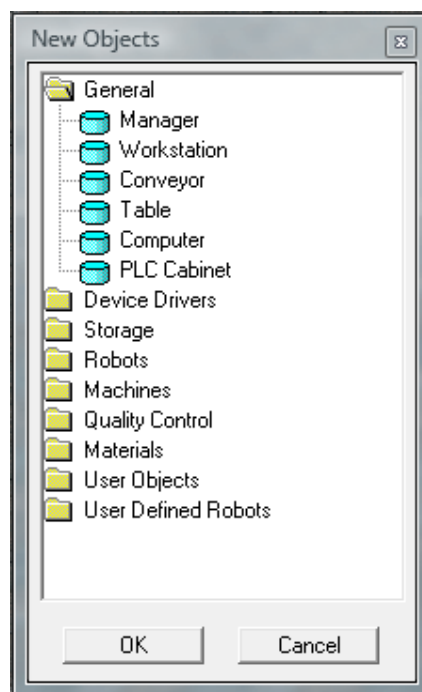

Figura 8-10: Cuadro de diálogo Nuevos objetos
1. Seleccione **Edit | New Object** (Editar | Nuevo Objeto). Aparece el cuadro de diálogo **New Objects** (Nuevos objetos), como se muestra en la Figura 8-10: Cuadro de diálogo Nuevos objetos.
1. Seleccione **Edit | New Object** (Editar | Nuevo Objeto). Aparece el cuadro de diálogo **New Objects** (Nuevos objetos), como se muestra en la Figura 8-10: Cuadro de diálogo Nuevos Objetos.
- Seleccione **Edit | New Object** (Editar | Nuevo Objeto). Se exhibe el cuadro de diálogo New Objects (Nuevos objetos), como se muestra en la Figura 8-10: Cuadro de diálogo Nuevos objetos.